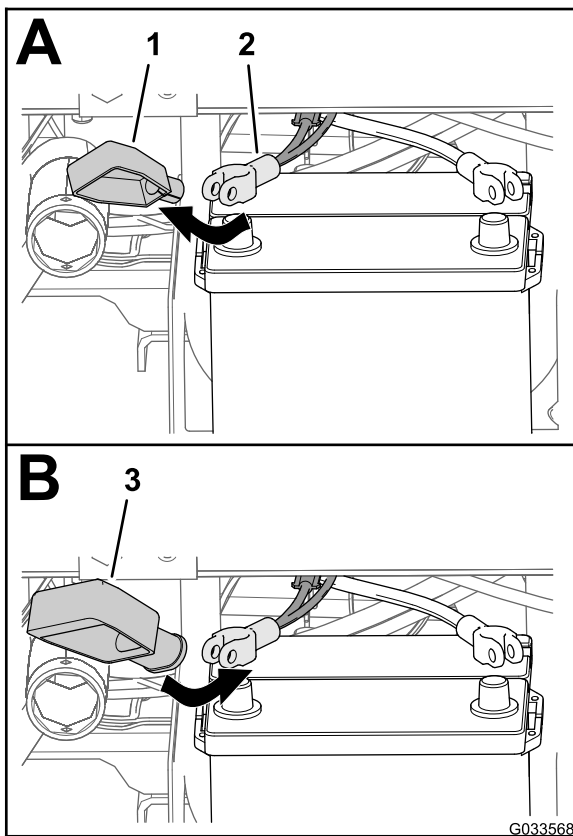

Рисунок 28
2. Снимите крышку (узкую) с положительного кабеля аккумулятора (Рисунок 28).
3. Установите широкую крышку аккумулятора на положительный кабель аккумулятора, как показано на Рисунок 28.